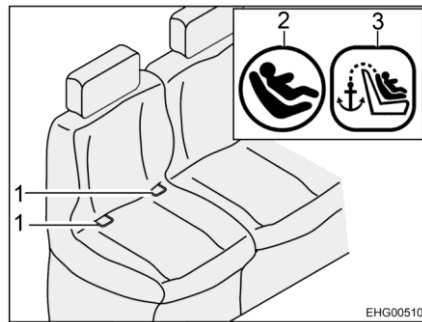
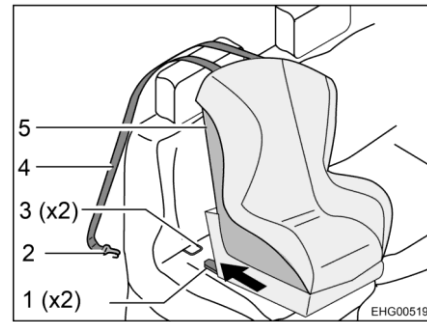

Bild 10 Sitz mit Isofix
Bild 11 Befestigung mit Top-Tether
- Rastarme (Bild 11,1) in Haltebügel (Bild 10,1 und Bild 11,3) einrasten lassen. Dabei muss ein deutliches Klickgeräusch zu hören sein.
- Mit einem kräftigen Ruck kontrollieren, ob der Kindersitz (Bild 11,5) fest sitzt.
- Top-Tether-Gurt (Bild 11,4) über die Kopfstütze des Fahrzeugsitzes führen.
- Befestigungshaken (Bild 11,2) am Ankerpunkt auf der Rückseite des Fahrzeugsitzes einhaken.